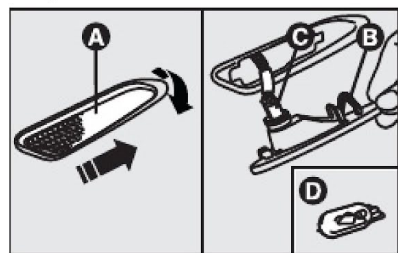

fig. 21
**REPETIDORES LATERAIS - fig. 21**